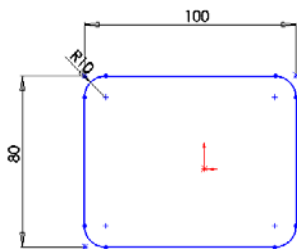

图 9-121 绘制草
① 启动 SolidWorks2010, 选择菜单栏中的“文件”→“新建”命令, 或者单击“标准”工具栏中的“新建”按钮, 在弹出的“新建 SolidWorks 文件”对话框中选择“零件”图标, 然后单击“确定”按钮, 创建一个新的零件文件。
② 绘制第一个草图。在左侧的“FeatureMannger 设计树”中选择“前视基准面”作为绘图基准面, 然后单击“草图”工具栏中的“矩形”图标, 绘制一个矩形, 标注智能尺寸如图 9-121 所示, 然后进行圆角处理, 圆角半径值为: 10。